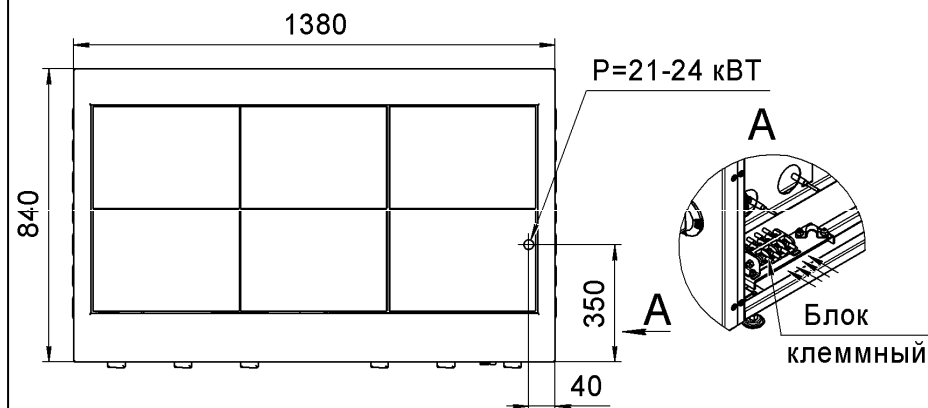

Рис.5
6.7 Рекомендуем, подвод электропитания к плите производить, скрытой в полу, трубной разводкой. Диаметр трубы – не менее 1/2" (Ø=22мм), (см. рис.5).
6.8 Подвод электропитания к плите произвести через автоматический выключатель типа АЕ, АП или аналогичный. Клеммная колодка, для подключения плиты к электросети, расположена за правой облицовочной панелью шкафа (см. рис.5).